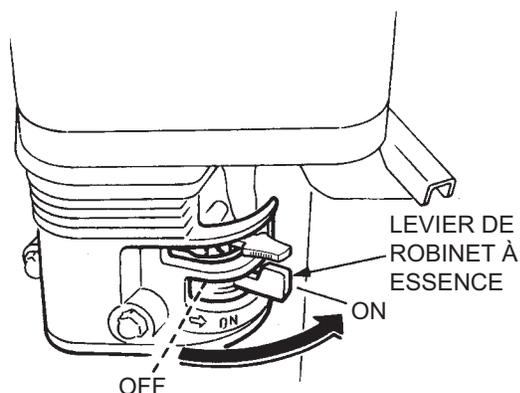

Figure 11. Levier de robinet à essence
1. Placer le levier de robinet à essence (Figure 11) à la position **ON**.